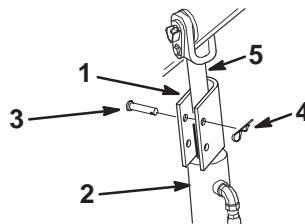

Figure 17
4. Posez un dispositif de verrouillage sur chaque tige de vérin (Fig. 17).
5. Fixez chaque dispositif à l'aide d'un axe de chape et d'une goupille fendue (Fig. 17).